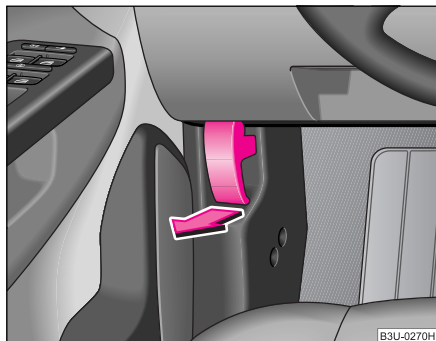

Fig. 158 Maneta de deblocare a capotei motorului
- Trageți maneta de deblocare de sub bord, pe partea conducătorului ♥ fig. 158.
- Deblocați capota motorului ♥ fig. 158.